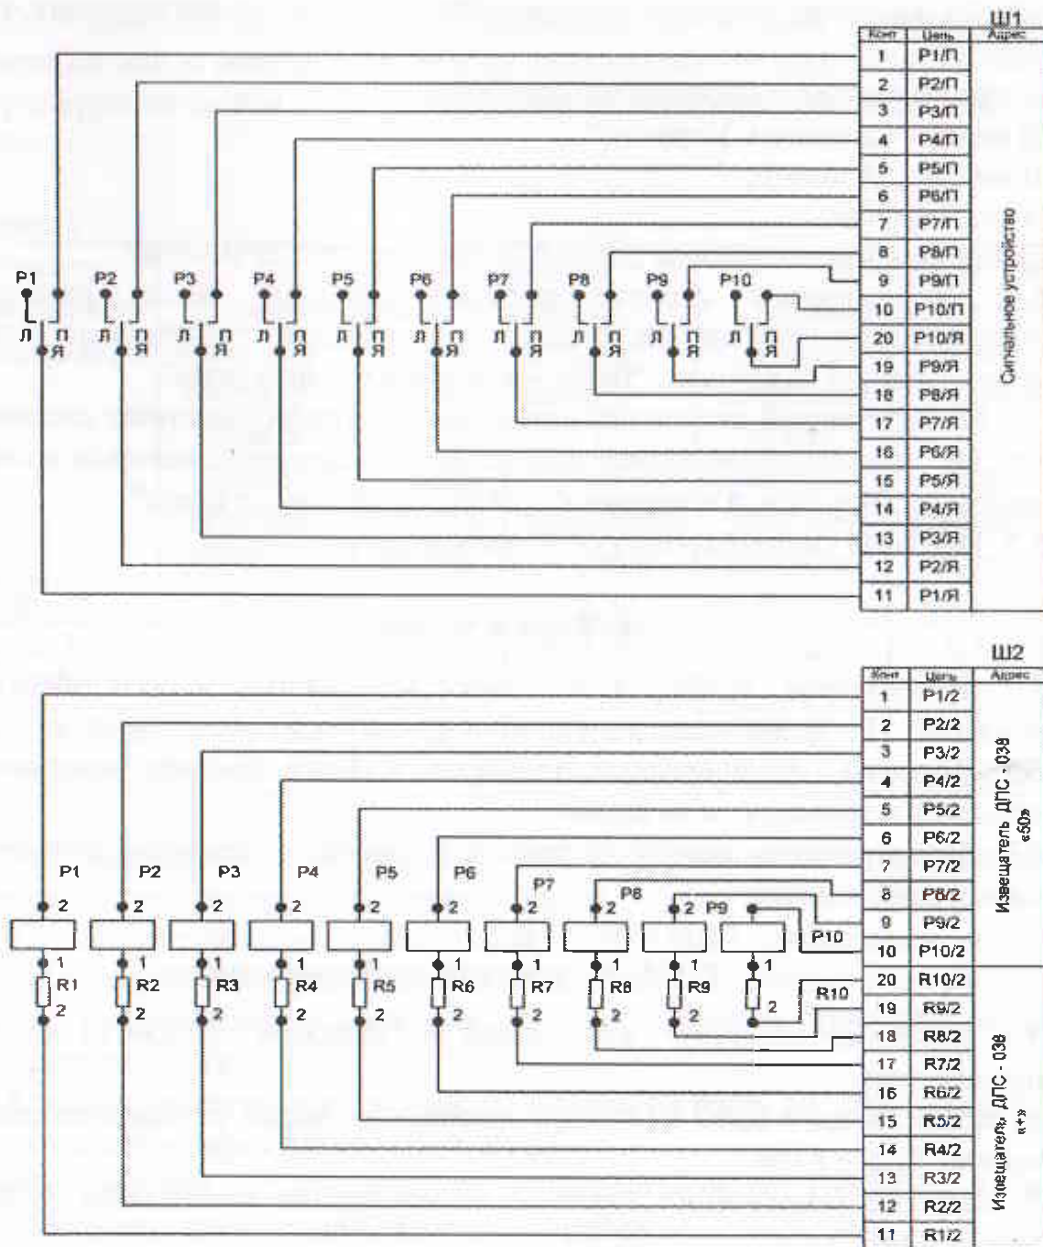

Рис.3. Схема электрическая принципиальная прибора ПИО-017:
4.2.4. Принцип работы ПИО-017 основан на срабатывании реле РПС5 при подаче на его обмотку сигнала об изменении температуры от извещателя ДПС-038. При срабатывании реле РПС5 замыкаются контакты реле, которые включают сигнальное устройство (рис.3).
8.4. Подсоединение проводов от извещателей к ПИО-017 осуществляется через разъем Ш2 (рис.3).
8.5. Подсоединение проводов от контактов реле до сигнального устройства осуществляется через разъем Ш1 (рис.3)
а) закортить провода у извещателя ДПС-038 (см. рис.3);